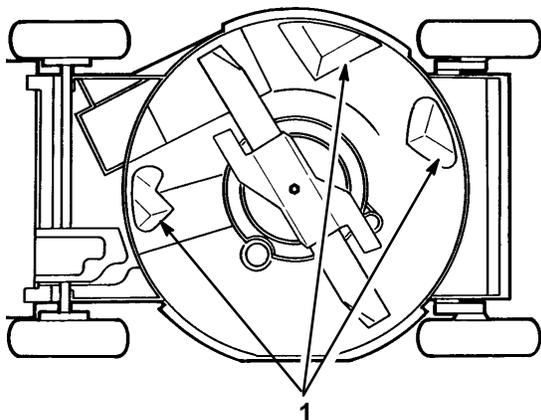

Figure 26
Pour assurer une performance optimale, garder le dessous du carter propre. Veiller particulièrement à ce que les déflecteurs soient exempts de débris (Fig. 26).
3. Basculer la tondeuse sur son côté gauche (Fig. 26).